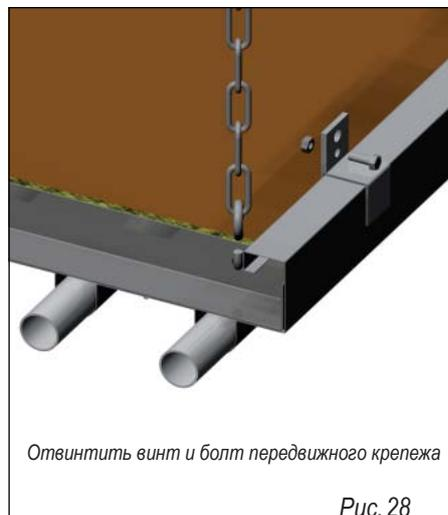

Рис. 28
- отвинтить винты и болты соответствующего крепежа, как показано на рис. 28;